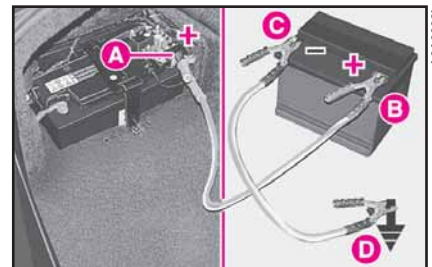

fig. 3
5) Conecte con un cable adecuado los bornes positivos (+) A (fig. 3) y B de las dos baterías.